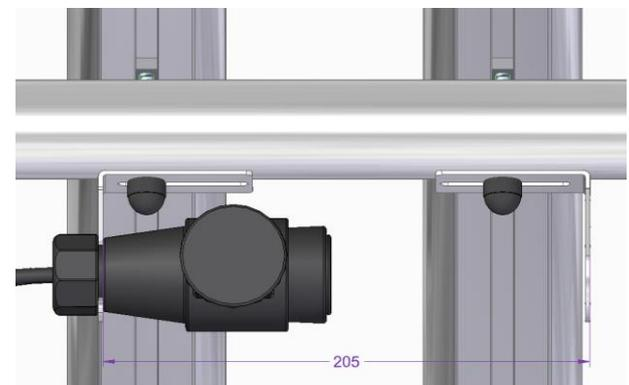

Abbildung 13
Nachdem die Beleuchtungsleiste montiert wurde, können Sie den Kabelbaum mit grünem und gelben Bajonettstecker an den Leuchten anschließen. Stecken Sie den gelben Bajonettstecker in die Leuchte mit Nebelschlusslicht auf der Fahrerseite und den Grünen in die Leuchte mit Rückfahrlicht auf der Beifahrerseite ein. Klippen Sie das Kabel in die Stangenhalter (21) und heben Sie den 13-poligen Stecker an das Auslegerrohr für die ungefähre Montageposition der Halter (6). Um die Halter (6) zu befestigen, lösen Sie die Schrauben, mit denen die Fahrradschiene, der Kunststoff-Clip, die Einlegewanne oder die Gepäckbox befestigt ist. Halten Sie den Halter (6) erneut an die ungefähre Position von und montieren Sie ihn mit der Unterlegscheibe und Schraube, mit der gleichen Schraube, die Sie davor gelöst haben (6Nm). Tragen Sie vor dem Verschrauben Schraubensicherungslack auf das Gewinde der Schrauben auf! Falls diese Schraube zu kurz sein sollte, verwenden Sie die nächst-längere Schraube, die im Lieferumfang enthalten ist (10 oder 11 oder 12 oder 13). Montieren Sie nun den anderen Halter im Abstand von ca. 205 mm (Beispielbild Abb. 13).